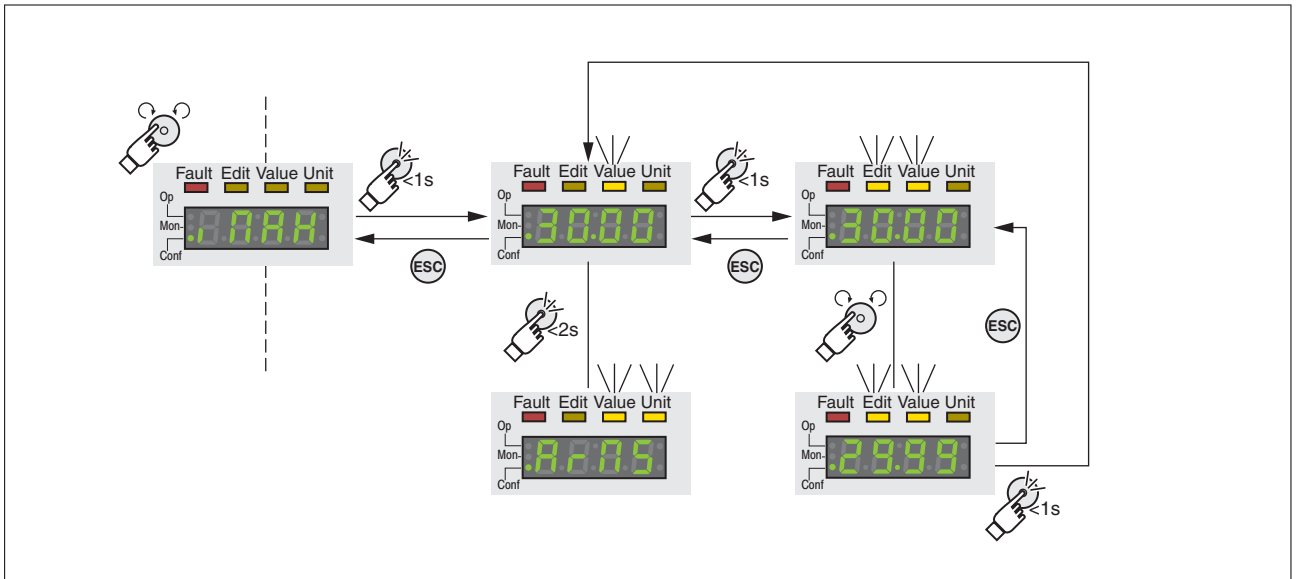

图 36: 通过集成 HMI 设定参数示例
- 参数, *iMax* 将在 7 段显示器上显示, 请参阅 图 36。